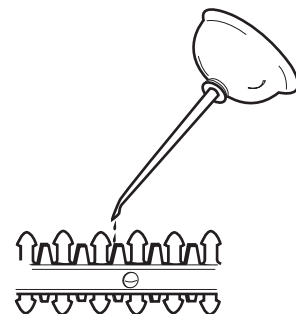

Fig. 11
2. Aplique aceite de máquina ligero a lo largo del borde de la cuchilla superior (Fig. 11). Aplique aceite en toda la longitud de la cuchilla.